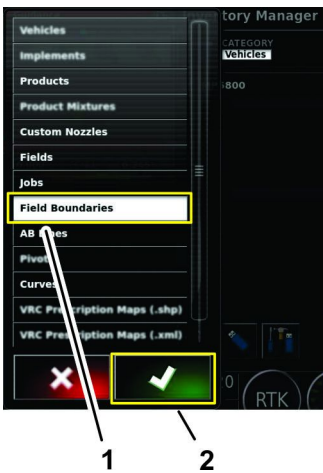

Figura 99
6. En la lista de categorías, pulse el icono de la categoría de información que desea exportar, y pulse el icono Confirmar (Figura 99).